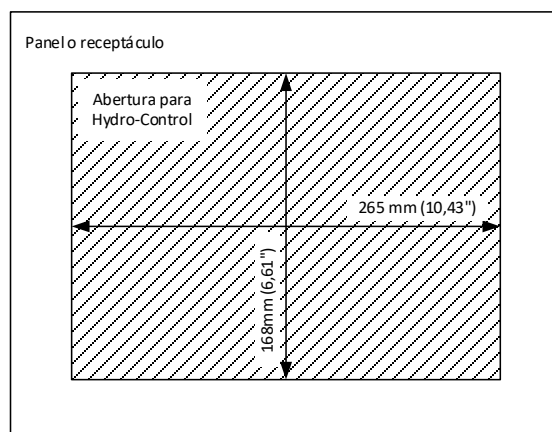

Figura 5: Recorte del panel para Hydro-Control
- Haga una abertura en el panel del tamaño correcto. Consulte la Figura 5 para obtener una plantilla.